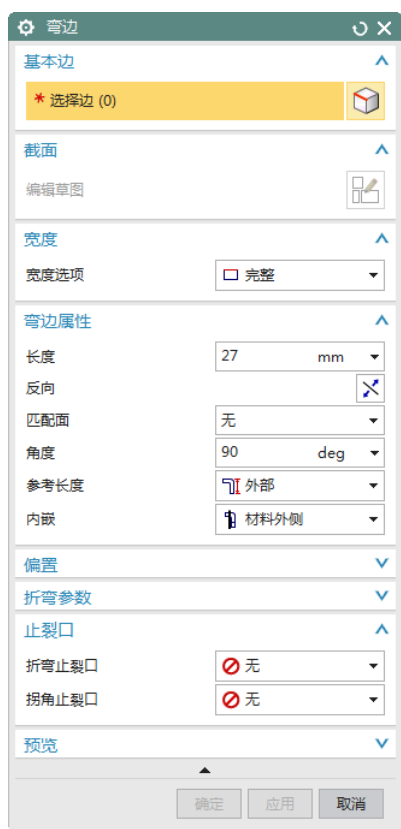

图 6-26 “弯边”对话框
(1) 选择“菜单(M)”→“插入(S)”→“折弯(N)”→“弯边(F)...”，或者单击“主页”选项卡“折弯”面组上“弯边”按钮，打开如图 6-26 所示“弯边”对话框。设置“宽度选项”为完整，“长度”为 27，“角度”为 90，“参考长度”为“外部”，“内嵌”为“材料外侧”，在“止裂口”列表框中的“折弯止裂口”和“拐角止裂口”下拉列表框中选择“无”。